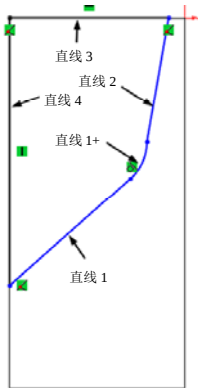
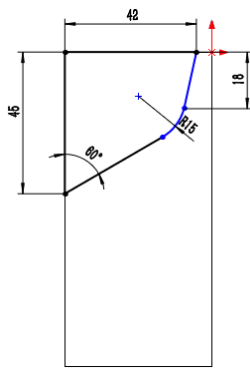

图 1-51 封闭图形
图 1-52 标注尺寸
⑨再次选取直线按钮，绘制直线 2、直线 3 和直线 4，从而形成一个封闭图形，如图 1-51 所示。
⑩单击[草绘]控制面板上的[智能尺寸]按钮，或右击图形区域中的任何位置，并从弹出的快捷菜单中选择[标注尺寸]命令。
⑪标注封闭图形的尺寸如图 1-52 所示。状态栏中显示该草图已完全定义了。
⑫单击[特征]控制面板上的[拉伸切除]按钮，或选择[插入] | [切除] | [拉伸]命令，出现[切除—拉伸]特性管理器。